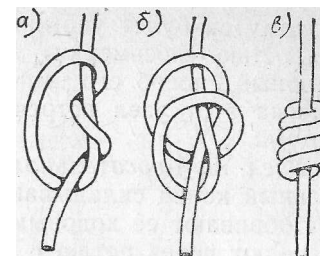

Рис. 31. Двойные простые узлы.
**Двойной простой узел.** По величине больше простого и чаще выполняется на изношенных слабых тросах или на концах тросов, где необходимо утолщение. Ходовой конец загибают петлей, делают два оборота вокруг троса внутри петли и выводят конец через петлю (рис. 31, а). Более распространен способ, показанный на рис. 31, б. Ходовым концом накладывают на коренную часть два шлага и через них проводят конец троса в противоположном направлении.
Узел легко увеличивается наложением произвольного числа шлагов. При правильном исполнении выходит красивый симметричный узел (рис. 31, в). Лучше всего он получается на тонких тросах.